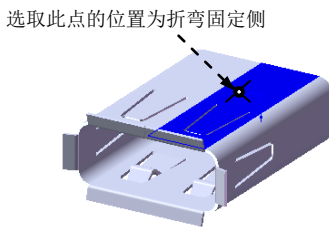

图 10.55 固定侧的位置
(3) 定义绘制的折弯参数。在图 10.55 所示的位置处单击，确定折弯固定侧；在 **折弯位置:** 选项选取“折弯在外”按钮 ，并在  文本框中输入角度值 90；取消 ☐ **使用默认半径(R)** 复选框，在  文本框中输入折弯半径值 0.5。